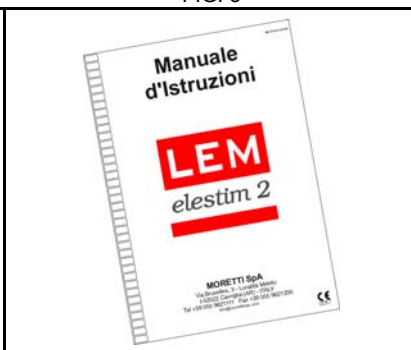

FIG. 5
- FIG. 5 MANUALE D'ISTRUZIONI (cod. MA266) 1 pz